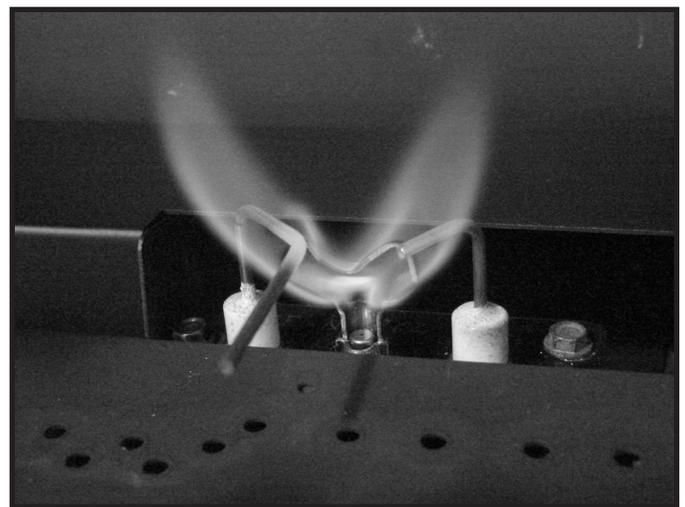

Figure 4.5 Modèles de flamme de la veilleuse
- Inspectez la qualité du comportement de la flamme de la veilleuse. Voir la figure 4.5. pour un modèle de flamme de la veilleuse. Nettoyez ou remplacez la tête d'injecteur à filetage mâle si nécessaire.